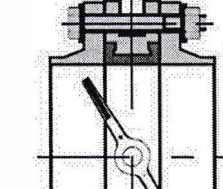

Рис. 6
7. Затяните болты (шпильки) так, чтобы фланцы и корпус (металлическая часть) затвора соприкоснулись. Затяжка болтов на межфланцевых соединениях должна быть равномерной по всему периметру. Медленно закройте и откройте дисковый поворотный затвор. Если установка затвора была проведена правильно, затвор должен свободно открываться и закрываться (рис.6).